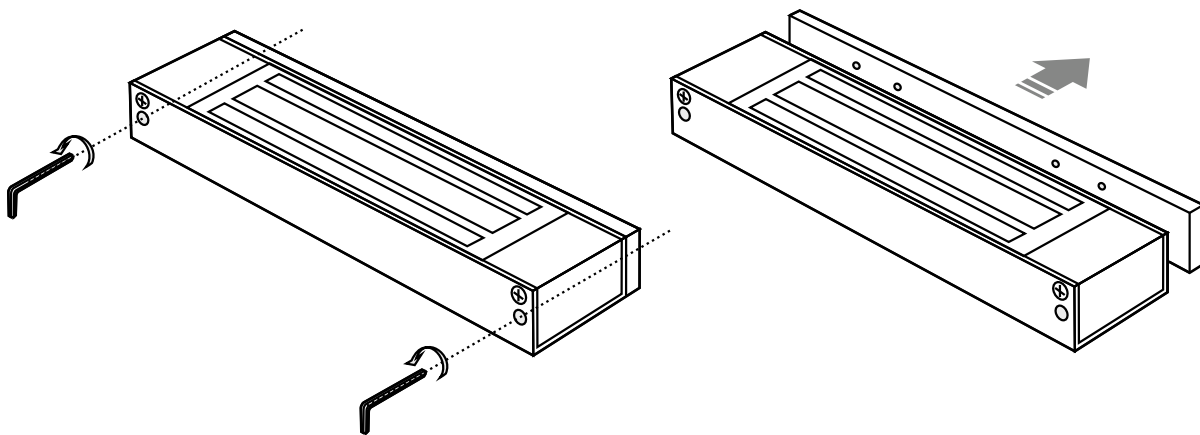

Рис. 21 Отсоединение крепёжной планки
2. Отсоедините крепёжную планку, предварительно открутив снизу фиксирующие ее винты комплектным шестигранником. См. рис. 21.